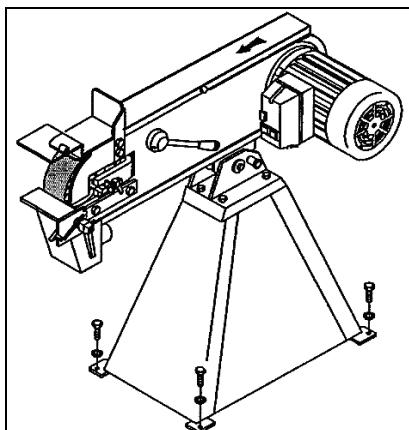

**Fig 8**
Montieren Sie den Filtersack (T, Fig 8) mit der gelieferten Schlauchklemme (S).